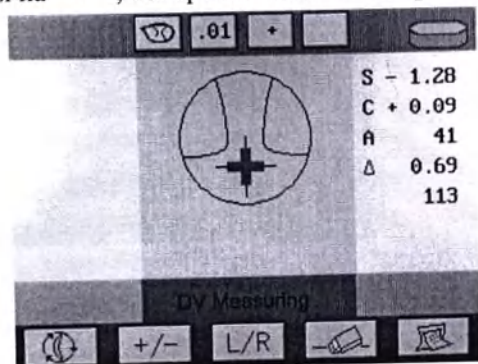

рис.23
3. Переместите линзу согласно экрану, двигая "О" к центру. Затем "О" сменится на "+", измерение закончится. (рис.23)